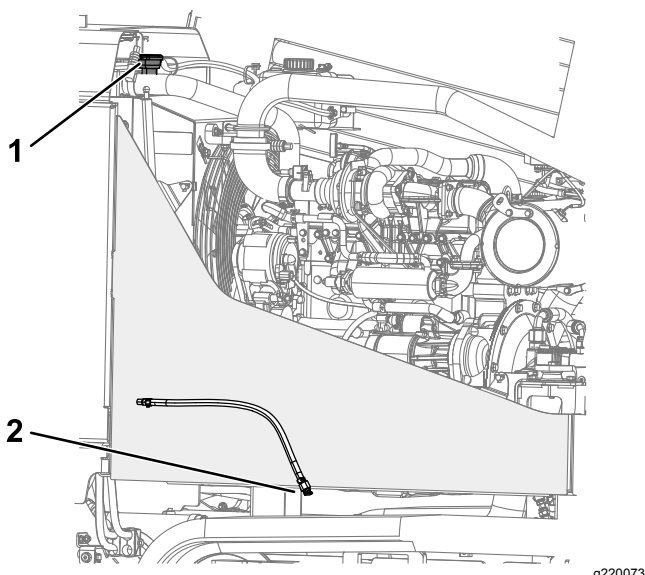

Figure 106
5. Placez un bac de vidange sous le bouchon de vidange (Figure 106).
8. Fermez le bouchon de vidange (Figure 106).
- C. Fermez le bouchon de vidange (Figure 106).
- H. Fermez le bouchon de vidange (Figure 106).